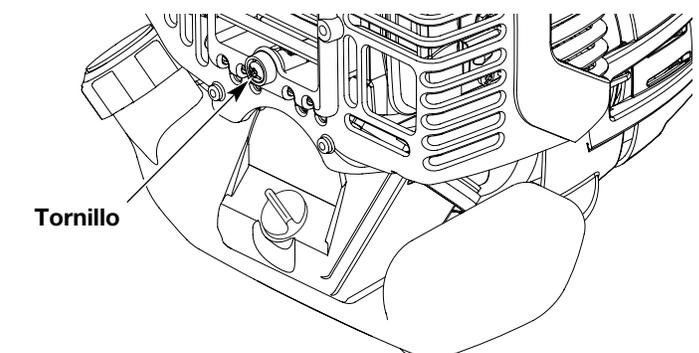

Fig. 36
2. Saque el tornillo que está detrás de la cubierta del motor con un destornillador de pala o Torx #25 (Fig. 36).